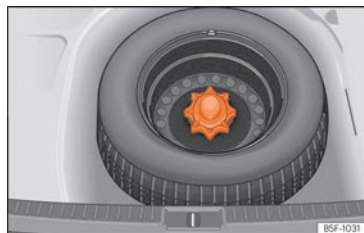

Fig. 317 Rueda de emergencia: suelo de carga alzado.
- Alce el suelo de carga y manténgalo en posición elevada para poder sacar la rueda de emergencia »» fig. 317.